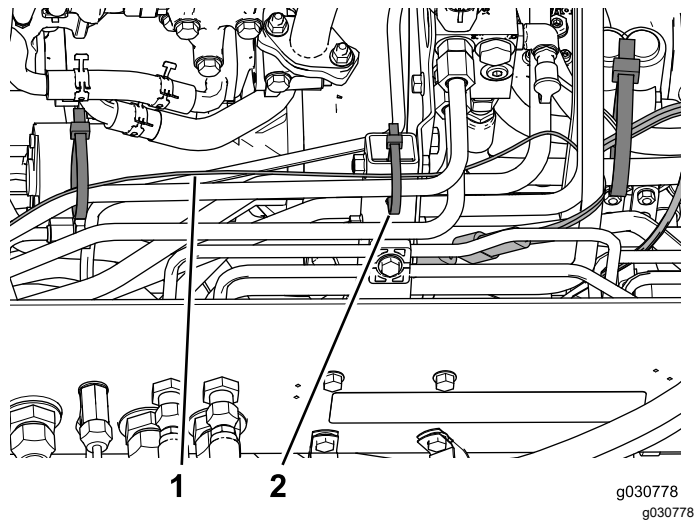
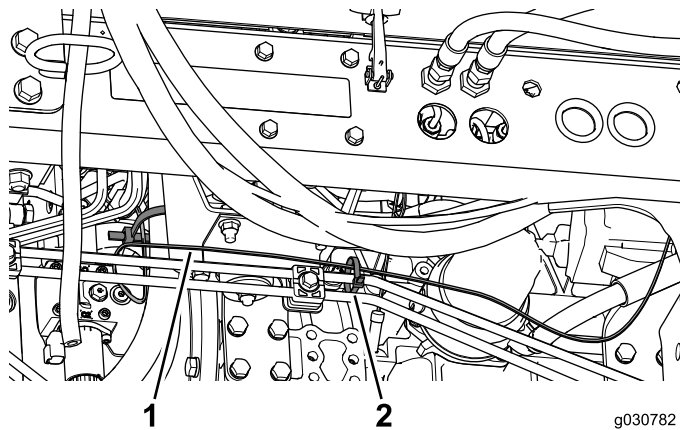

Рисунок 53
Рисунок 54
5. Используя кабельные стяжки, прикрепите жгут проводки к гидравлическим шлангам и трубкам в местах, показанных на Рисунок 53 и Рисунок 54.